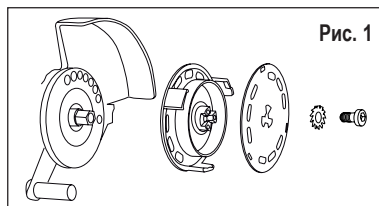
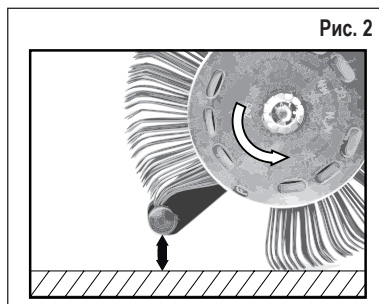

Рис. 1
Рис. 2
3. Отключите подачу сжатого воздуха, затем должным образом закрепите ленту MBX® Die Blaster® 11 мм в инструменте при помощи соответствующей системы фиксации AS012 (проверьте направление вращения) и предусмотренных для этой цели стопорной шайбы и винта. См. Рис. 1 и Рис. 2
- Вы используете ленту MBX® в неправильном направлении? – Выровняйте щеточную ленту так, чтобы она вращалась в предписанном направлении (см. главу 6 Ввод в эксплуатацию, рис. 2).